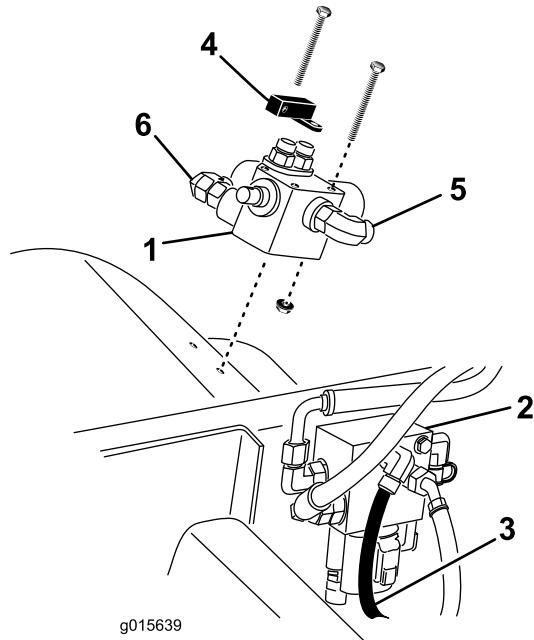

図 5
9. 制御バルブとピボットレバーを右フェンダに取り付ける；キャップスクリュ (1/4 x 2-3/4 インチ) 3本と、フランジロックナット (1/4インチ) を図 5 のように使用する。
10. 昇降マニホールドの下にオイルを受ける容器をおく(図 5)。
11. ステアリングホース(図 5)を昇降マニホールドの上側面のポートから外す。
12. 外したステアリングホースに12インチホース（キットの付属品）を接続し、制御バルブのオペレータ側になる90度フィッティングに接続する（図 5）。
13. ストレートフィッティングのついている長い油圧ホース（キットに入っている）を、昇降マニホールドの空いたポート、および制御バルブの外側にある90度フィッティングに接続する（図 5）。